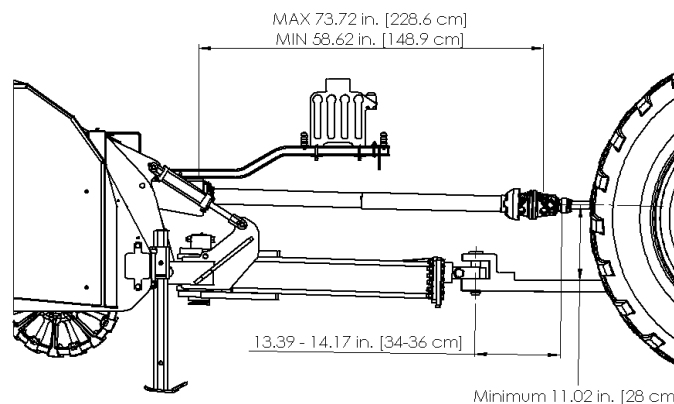

Рисунок 4-1: Диапазон регулировки дышла
4.1.1 Регулировка тягового бруса: Рекомендуется установить тяговый брус трактора в самое короткое положение и обеспечить его нахождение в заданном диапазоне (в соответствии с ANSI/ASABE AD6489-3) для сохранения целостности приводной системы. Размеры приведены на рис. 4-1.